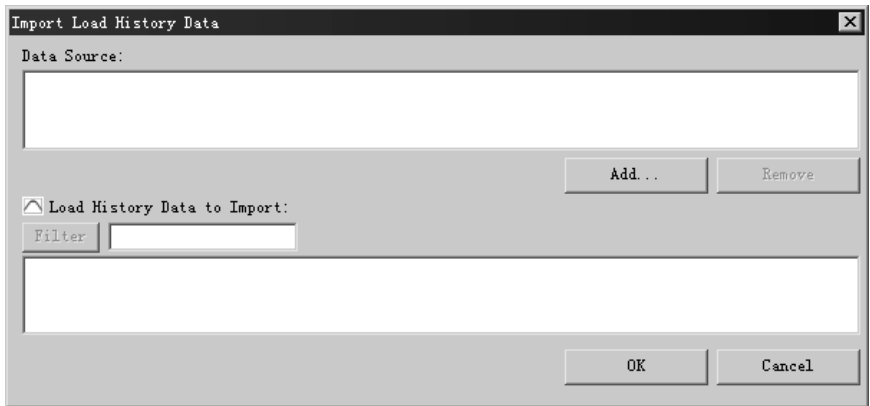

图 4.2.14 “Import Load History Data”对话框
- **Import...** 选项：从外界导入载荷文件。选中该选项，弹出图 4.2.14 所示的“Import Load History Data”对话框，用于添加和编辑载荷文件。